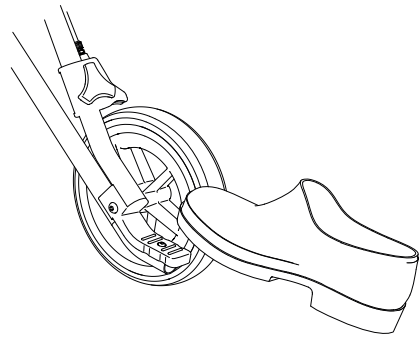

fig. 4
2. Premere leggermente la punta del piede sull'ausilio per inclinare il deambulatore (fig. 4). In questo modo le ruote anteriori del deambulatore si sollevano leggermente.